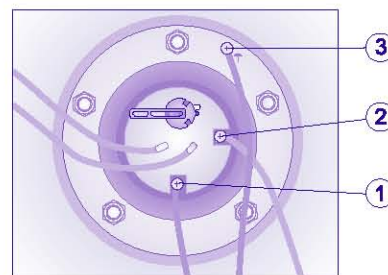

Рис. 2. Схема подключения сетевого шнура
- провести кабель в специальное отверстие в пластиковой крышке. Соединить кабель с клеммами термостата (п. 1, 2 Рис. 2).
- заземляющий кабель подключается к клемме с обозначением \uparrow (п.3 Рис. 2). **Заземление обязательно!**